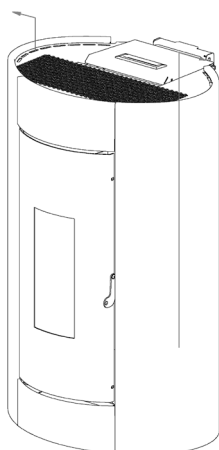

Fig. 59 - Αφαίρεση πλευρών
- Αποσυνδέστε τις πλευρές από κάτω προς τα επάνω (βλ. **Fig. 59**).